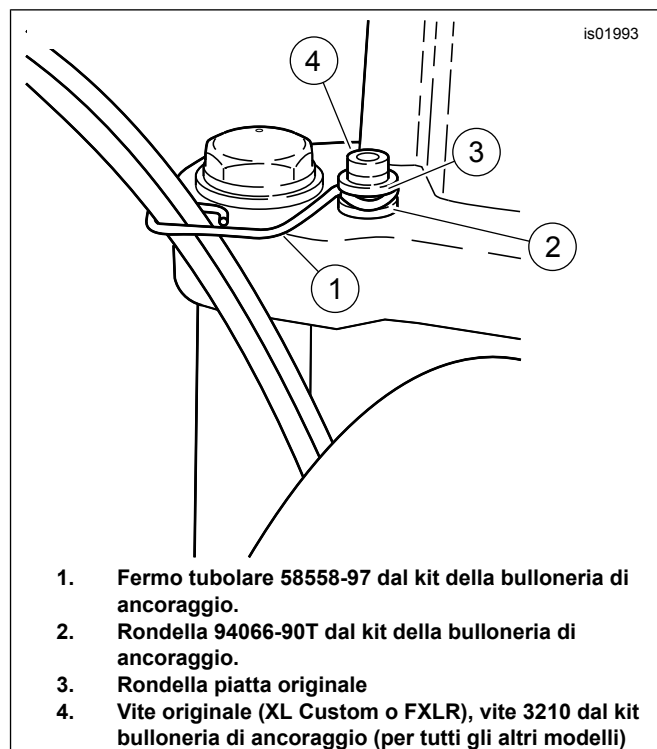

Figura 4. Attacco del cavo del comando del gas (manubri arretrati in stile Buckhorn)
Per i manubri in stile Buckhorn, vedere la Figura 4. Utilizzare il fermo tubolare (1) dal Kit bulloneria di ancoraggio per fissare i cavi del comando del gas alla piastra superiore della forcella, come mostrato.
- Per i modelli XL Custom o FXLR, utilizzare la vite ad esagono incassato (4) e la rondella (3) originali sopra il fermo tubolare, e la rondella (2) del kit sotto.
- Per tutti gli altri modelli, utilizzare la vite ad esagono incassato (4) del kit e la rondella originale (3) sopra il fermo tubolare, e la rondella (2) del kit sotto.